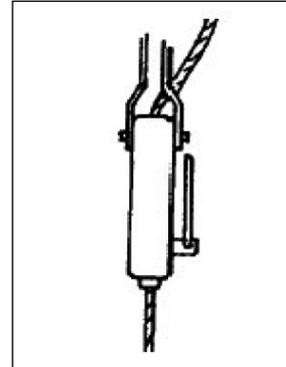

Figura 4. Vista lateral del aparato de seguridad. Operación de salida del cable por la parte inferior
3. Cuando el cable sale por la pequeña ventana del herraje hacerlo pasar, tirando de él con la mano, hasta el punto deseado. Ver figura 4.